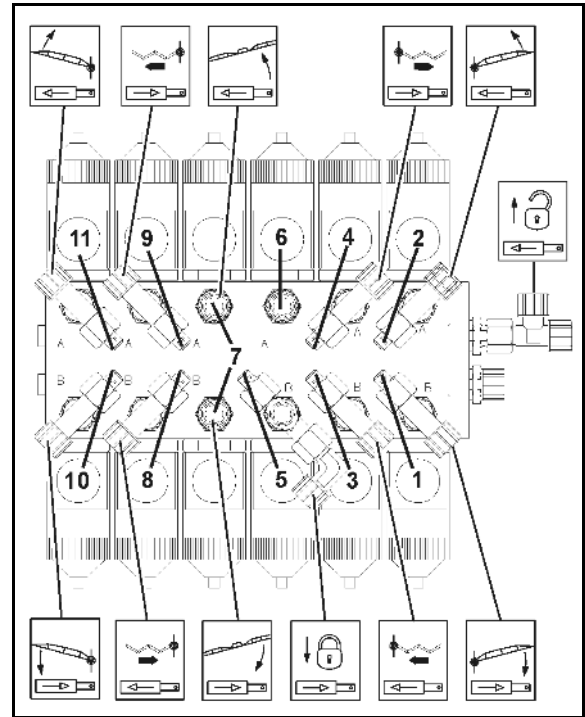

Fig. 196
2. Blæs fordamper (Fig. 196/2) og varmvandsradiator (Fig. 196/3) af med trykluft (maksimal 5 bar).
3. Udskift beskadigede pakninger (Fig. 196/1) under afdækningen.